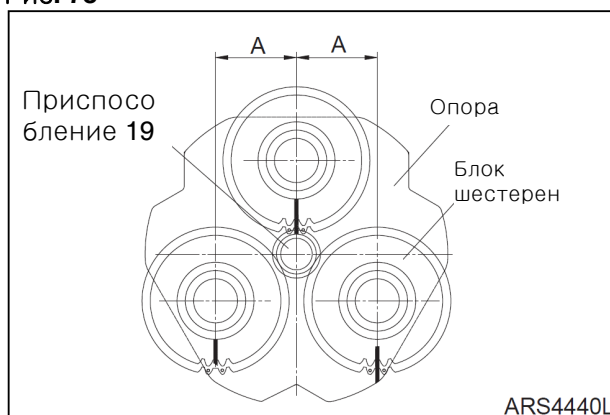

Рис. 79
1. Сделайте отметку "С" на блоке шестерен (6) узла водила, как показано на рис.79.
2. Вставьте приспособление (19) так чтобы сторона шпонки была направлена вверх, как показано на рис.79.